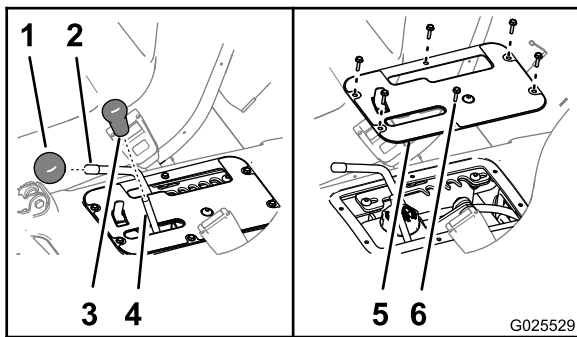

Figura 68
1. Retire los pomos de la palanca de elevación hidráulica y la palanca de intervalos de velocidad (Figura 68).
- Retire los 6 tornillos de cabeza hexagonal con arandela prensada (#10 x 3/4") que sujetan la tapa del panel de control a la base del asiento, y retire la tapa del panel (Figura 68).
- Alinee los taladros de la tapa del panel de control con los taladros de la base del asiento (Figura 68).
- Sujete la tapa a la base con los 6 tornillos de cabeza hexagonal con arandela prensada (Figura 68) que retiró en el paso 2.
- Enrosque los pomos en las varillas de la palanca de elevación hidráulica y la palanca de intervalos de velocidad (Figura 68).
- Retire los pomos de la palanca de elevación hidráulica y la palanca de intervalos de velocidad (Figura 68).
9. Alinee los taladros de la tapa del panel de control con los taladros de la base del asiento (Figura 68).
10. Sujete la tapa a la base con los 6 tornillos de cabeza hexagonal con arandela prensada (Figura 68) que retiró en el paso 3.
11. Enrosque los pomos en las varillas de la palanca de elevación hidráulica y la palanca de intervalos de velocidad (Figura 68).